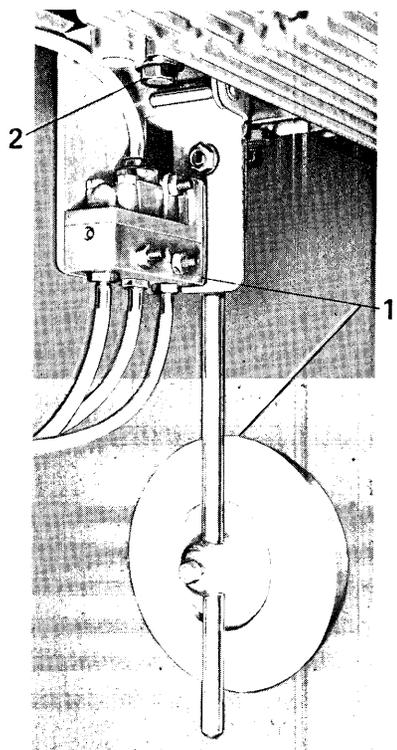

Fig. 6
- Montare il gruppo ginocchiello-valvola comando alzapedino 1 fig. 6 fissandolo con la vite a testa esagonale 2 fig. 6 e relativo dado alla piastra di sostegno della testa.